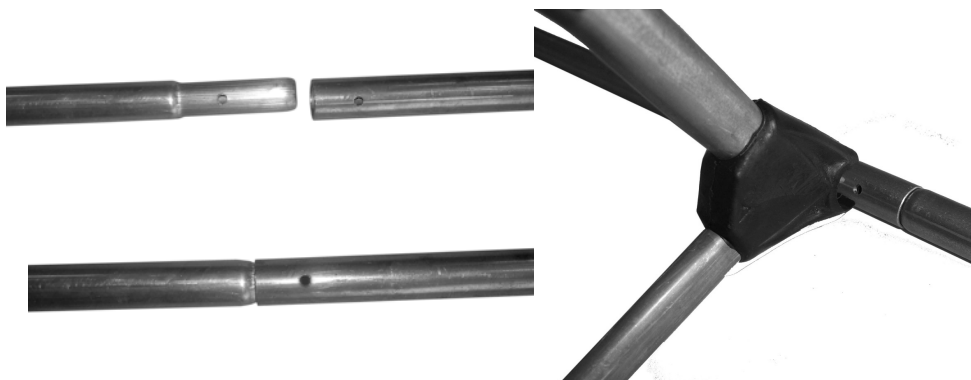

Рис.4. Соединение привальников и шпангоута.
5. Привальники(3) вставьте в носовые привальники (рис. 4). Совместите отверстия носового привальника и привальника (3). Защелкните соединение на кницу привальника, так чтобы штырь кницы вошел в отверстие на привальниках. Рис 4.